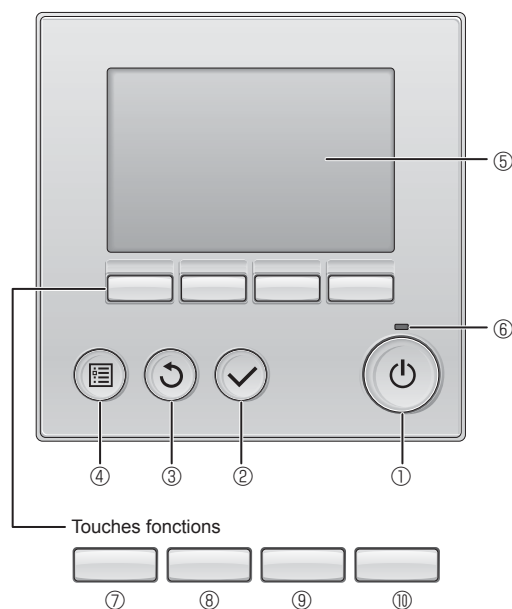

Fig. 7-1
7.2.1. Utilisation de la télécommande filaire (Fig. 7-1)
① Touche [MARCHE / ARRÊT]